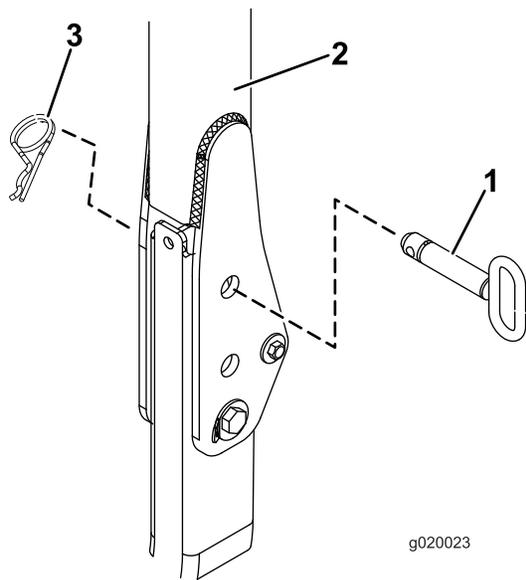

図 26
- リールマスター 3555 および 3575 のトラクションユニットの場合は、ステップ 10 へ飛んでください。それ以外のモデルでは、ROPSを立てた状態で、ヘアピンコッターと2本のピンを抜き取る図 26。